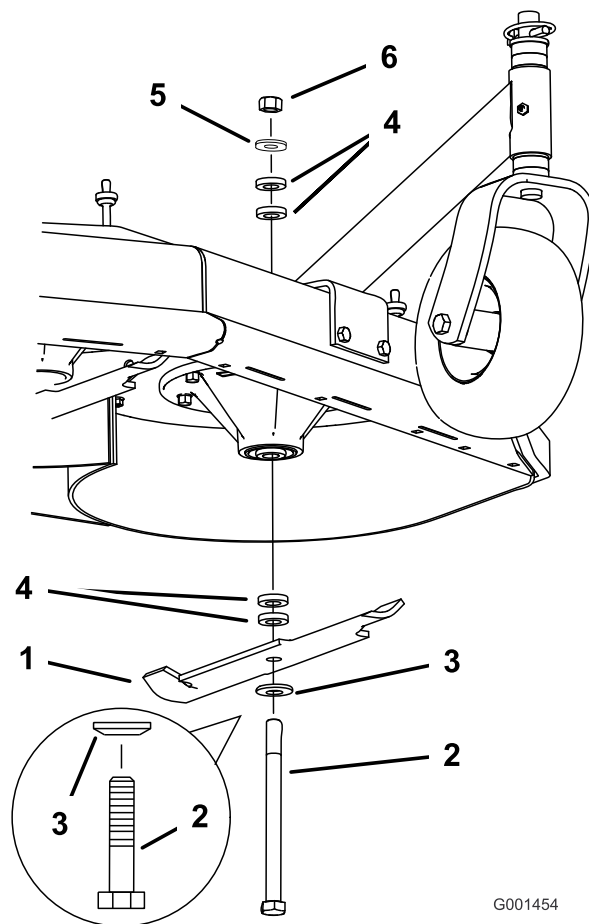

Figure 51
- Enlevez de l'axe, l'écrou, le boulon de lame, la rondelle bombée, la lame, les entretoises et la rondelle mince (Figure 51).
1. Placez la rondelle bombée puis la lame sur le boulon. Choisissez le nombre correct d'entretoise(s) pour la hauteur de coupe, et insérez le boulon dans l'axe (Figure 51).
2. Posez la ou les dernière(s) entretoise(s) et fixez-la ou les en place avec une rondelle mince et un écrou (Figure 51).